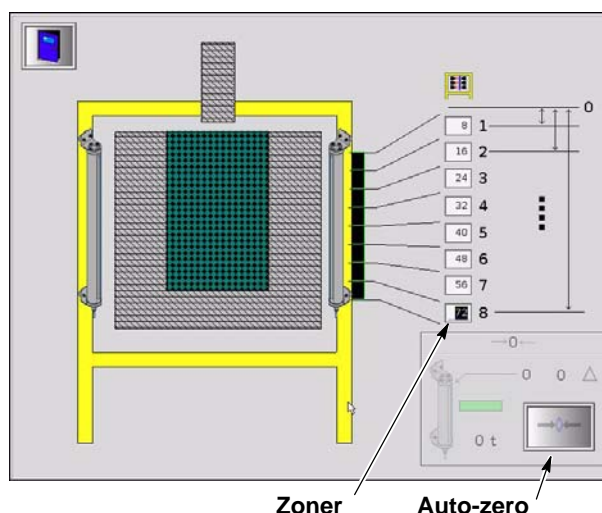

Bild 3-18 Konfigurering av analog zonscanner
4. Se bild 3-18. För varje zon, mata in avståndet i tum eller i millimeter från scannerens ovandel till zonens botten. Denna meny visar en 72-tums scanner som är indelad i 8 zoner 8 tum höga.